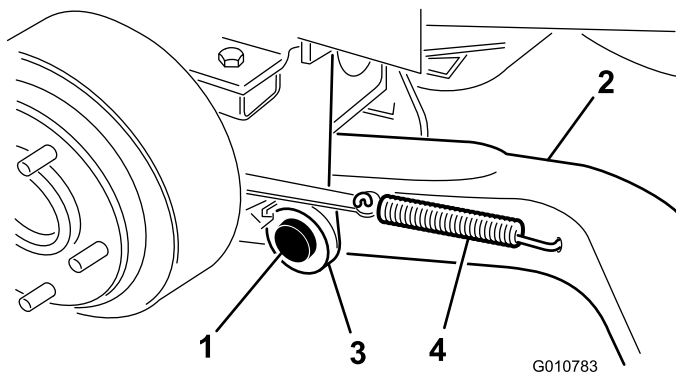

Figura 4
- Monte um braço de elevação (com a extremidade da rótula esférica posicionada virada para fora) no pino da articulação e um contrapino (5/32 x 1-3/4 pol.) (Figura 4).
6. Coloque a mola de retorno do travão no furo do braço de elevação (Figura 4).